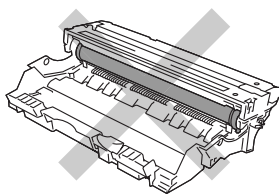

Figura 5-14
- Não toque nas partes marcadas a cinzento na Figura 5-14.